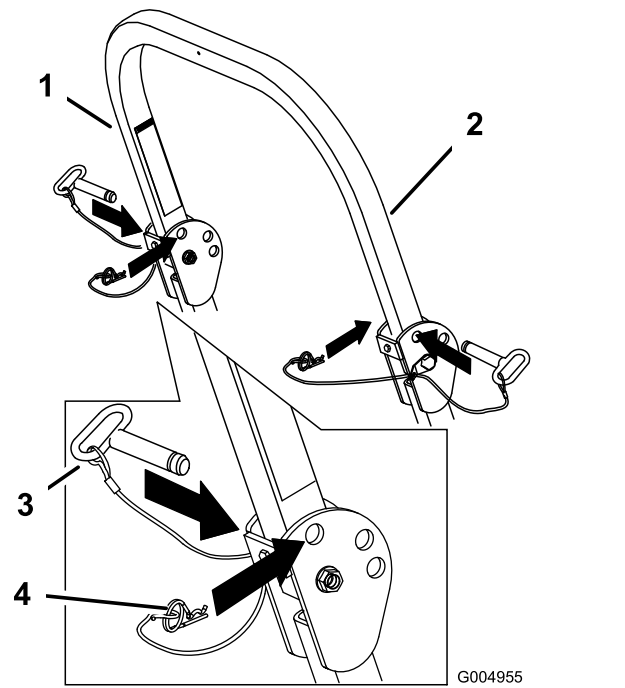

Figura 9
1. Retirez les goupilles fendues puis les deux axes (Figura 9).
3. Posez les 2 axes et fixez-les avec les goupilles fendues (Figura 9).
2. Déployez complètement l'arceau de sécurité puis insérez les 2 axes et fixez-les avec les goupilles fendues (Figura 9).